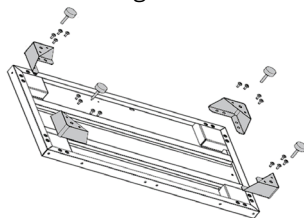

Figure 1.
1. Installez chaque support de montage (n° 2) sur le panneau inférieur (n° 4) avec quatre vis M6 x 12 (n° 1). Serrez complètement ces vis (fig. 1).
2. Vissez une patte réglable (n° 3) dans chaque support de montage. Vissez seulement partiellement car vous pourriez devoir mettre l'armoire de niveau après le montage (fig. 1).